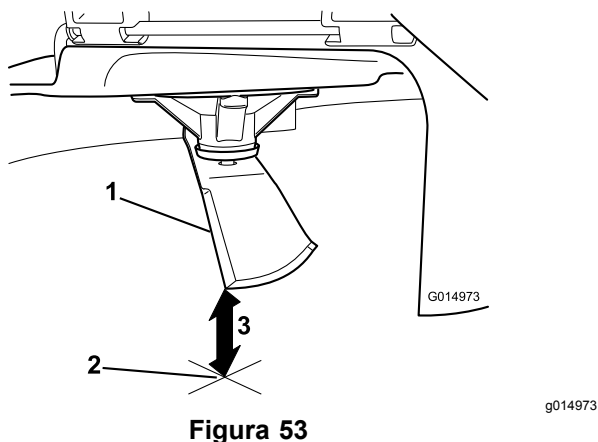

**Figura 52**
- Ruotate la stessa lama di 180 gradi in modo che il tagliente opposto si trovi ora nella stessa posizione (Figura 52).